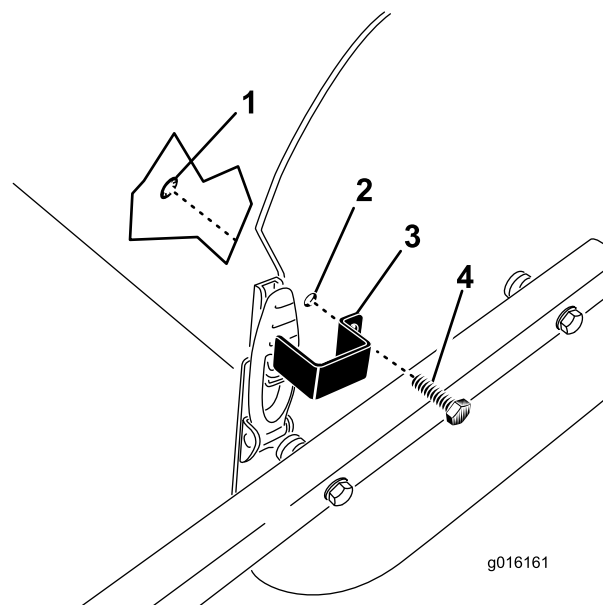

Рисунок 35
- Закрепите скобу защелки на боковой панели самонарезающим болтом и стопорным кольцом(Рисунок 35).
- Выровняйте монтажное отверстие с отверстием в боковой панели и установите скобу защелки на защелку капота (Рисунок 35).